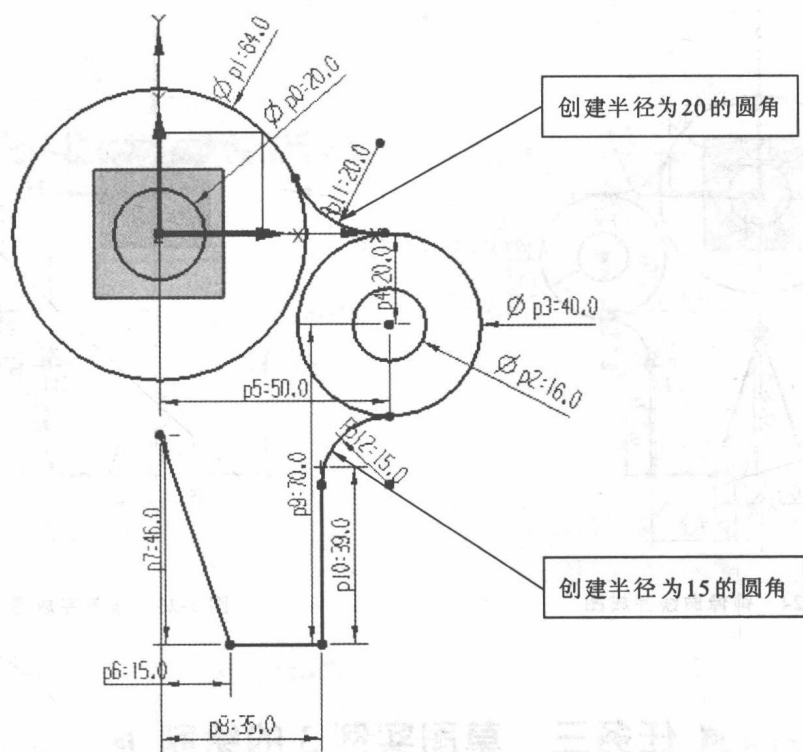

图 1-22 创建圆角
(9) 点击圆角 , 分别创建半径为 20、15 的圆角, 如图 1-22 所示。